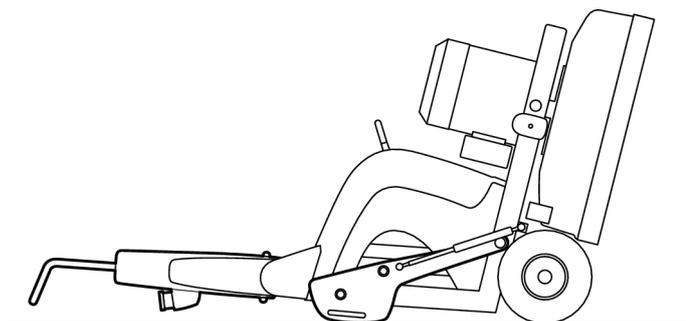

Рисунок 4-11.
4. Осторожно опрокиньте машину назад, чтобы машина полностью лежала на полу, см. Рисунок 4-11, стр. 23.